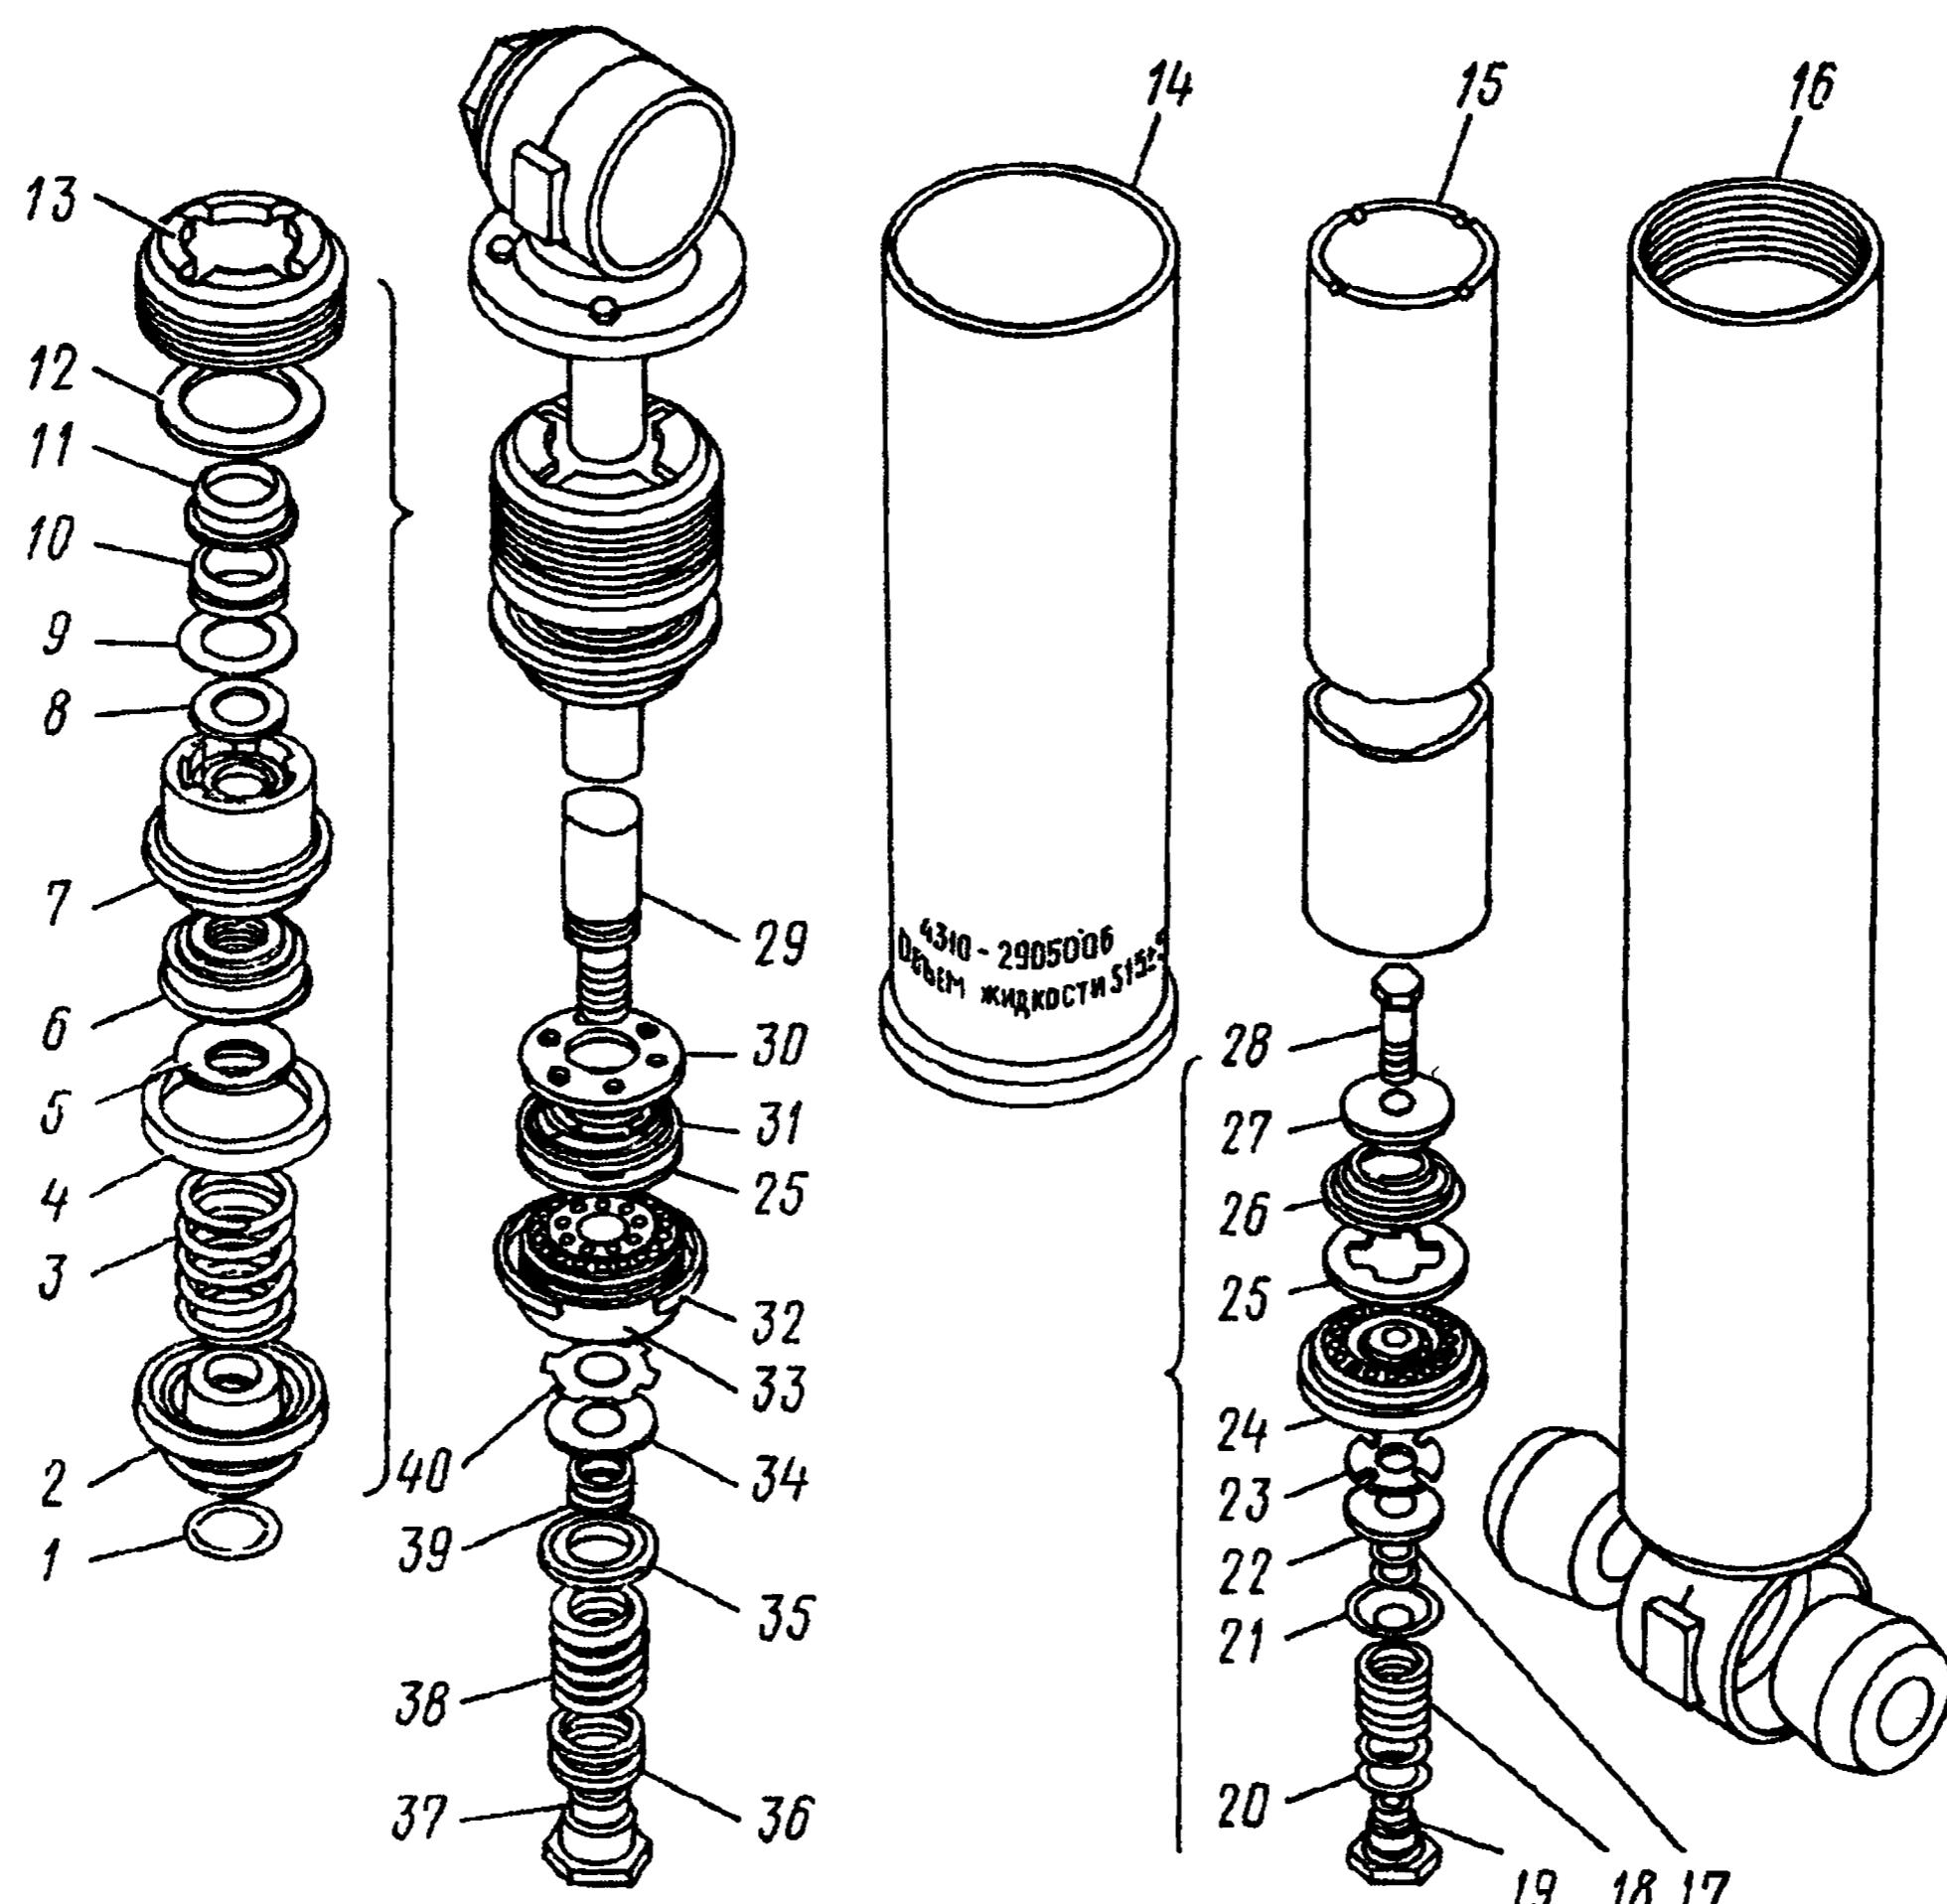

Рис. 238. Амортизаторы передние:
2. Отверните гайку 13 (рис. 238)	Ключ гайки амортизатора
<p>— биение внутренней поверхности направляющей штока относительно наружной более 0,05 мм.  Поршень амортизатора. Не допускаются:</p> <ul style="list-style-type: none"> <li>— трещины и обломы;</li> <li>— наружный диаметр поршня менее 49,8 мм</li> </ul> <p>Сборка амортизатора</p> <p>11. Закрепите в тисках стержень 28 (см. рис. 238) клапана сжатия, установите на него ограничительную тарелку 27, пружину 26 впускного клапана (меньшим опорным витком к ограничительной тарелке), тарелку 25 перепускного клапана, корпус 24 клапана сжатия, дроссельный диск 23, диск 22 клапана сжатия (3 шт.), шайбы 17 клапана сжатия (2 шт.), тарелку 21, пружину 18</p> <p>12. Установите на гайку 19 клапана сжатия регулировочные шайбы 20.</p> <p>Техническое условие. Количество регулировочных шайб 20 и шайб 17 клапана сжатия подберите с таким расчетом, чтобы усилие сжатия собранного амортизатора при скорости 0,2 м/с составляло 589—883 Н (60—90 кгс), а при скорости 0,52 м/с 1177—1564 Н (120—160 кгс).</p> <p>13. Затяните гайку 19 клапана сжатия с моментом 19,6—24,4 Н·м (2—2,5 кгс·м)</p> <p>14. Закрепите в тисках верхнюю проушину штока (штоком вверх). На шток 29 наденьте гайку 13, прокладку 12, обойму 11 верхнюю сальника, сальник 10 верхний, шайбу 9, сальник 8 штока войлочный, обойму 7 с сальником 6 штока и сальником 4 резервуара (собранных ранее), шайбу 5, пружину 3 и направляющую 2 штока с сальником 1</p> <p>15. На шток 29 установите ограничительную тарелку 30, пружину 31 перепускного клапана, тарелку 25 перепускного клапана, поршень 33 с поршневым кольцом 32, диск 40 дроссельный, диск 34 клапана, тарелку 35 клапана отбоя, шайбы 36, пружину 38</p> <p>Техническое условие. Количество шайб 36 клапана отбоя подберите с таким расчетом, чтобы усилие отбоя, собранного амортизатором при скорости 0,2 м/с, составляло 1764—2534 Н (180—240 кгс), при скорости 0,52 м/с 3630—4316 Н (370—440 кгс)</p> <p>16. Заверните гайку 37 клапана отбоя с моментом 35,3—39,2 Н·м (3,6—4,0 кгс·м)</p> <p>17. Закрепите резервуар 16 в тисках за нижнюю головку, установите клапан сжатия в сборе и рабочий цилиндр 15</p> <p>18. Залейте в цилиндр амортизационную жидкость АЖ-12Т</p> <p>19. Вставьте шток с поршнем в цилиндр 15 в сборе с резервуаром 16 и клапаном сжатия и медленно опустите</p> <p>20. Вставьте направляющую 2 штока и обойму 7 сальников, отверткой заправьте сальник 4 резервуара</p> <p>21. Заверните гайку 13 резервуара с моментом 177—196 Н·м (18—20 кгс·м) и снимите амортизатор с тисков</p> <p>22. Испытайте собранный амортизатор на стенде, который должен включать:</p> <ul style="list-style-type: none"> <li>— механизм, обеспечивающий воспротиво-поступательное перемещение поршня с частотой 1,67 Гц (100±2 кол/мин) и ходом (100±1) мин;</li> </ul>	<p>Тиски, мягкие губки, молоток, плоскогубцы, отвертка</p> <p>—</p> <p>Ключ 17 мм</p> <p>Тиски, мягкие губки, плоскогубцы, отвертка</p> <p>То же</p> <p>Ключ 22 мм</p> <p>Тиски, мягкие губки</p> <p>Посуда для жидкости</p> <p>—</p> <p>Отвертка</p> <p>Ключ гайки амортизатора</p>